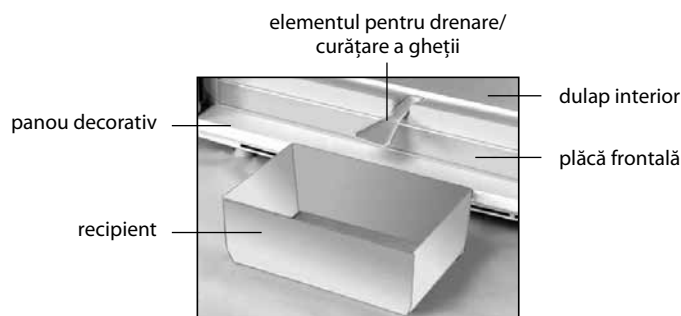

Figura 5 – Recoltarea apei provenite
- să îndepărtați apa rezultată în urma topirii, instalând în conformitate cu figura 5 elementul de masă plastică pentru drenare / pentru curățare a gheții și orice vas recipient cu volumul nu mai puțin de 2 l;
SEINTERZICE să deconectați congelatorul fără utilizarea elementului pentru drenare instalat în conformitate cu figura 5. Apa rezultată în urma topirii care se scurge din cameră afară de elementul pentru drenare,
pătrunzând în locul de alăturare a plăcii frontale la dulapul interior în conformitate cu figura 5, poate provoca corozivitatea dulapului exterior al congelatorului și a elementelor agregatului frigorific, defectarea izolației termice, formarea crăpăturilor dulapului interior și defectarea dulapului congelatorului.